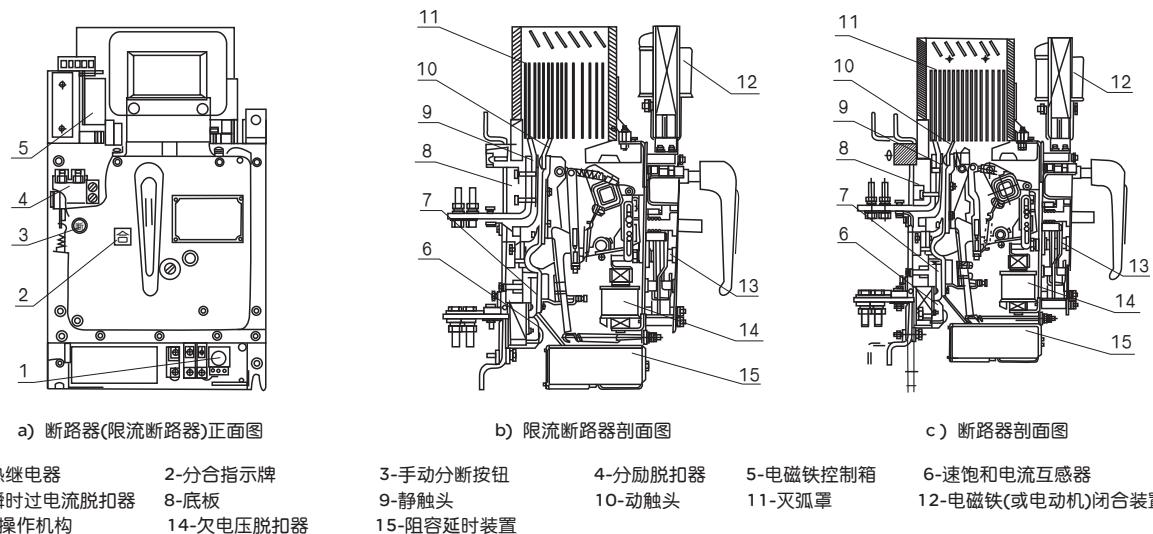

图5
□ 断路器及限流断路器均为立体布置形式，触头系统、瞬时过电流脱扣器、左右侧板安装在一块绝缘板上，上部装有灭弧系统。正前方为操作机构，在机构的左上方有“分”、“合”指示及手动断开按钮。操作机构的左上方装有分励脱扣器及DK-2或DK-10或DK-1F电磁铁操作控制箱，中间装合闸电磁铁（单纯手动合闸或装有电动机闭合装置的断路器及限流断路器则不安装合闸电磁铁及操作控制箱）。其内侧装有欠电压脱扣器与脱扣半轴相连。速饱和电流互感器套在下母线上，欠电压阻容延时装置、热继电器分别装在断路器底部（见图5）。